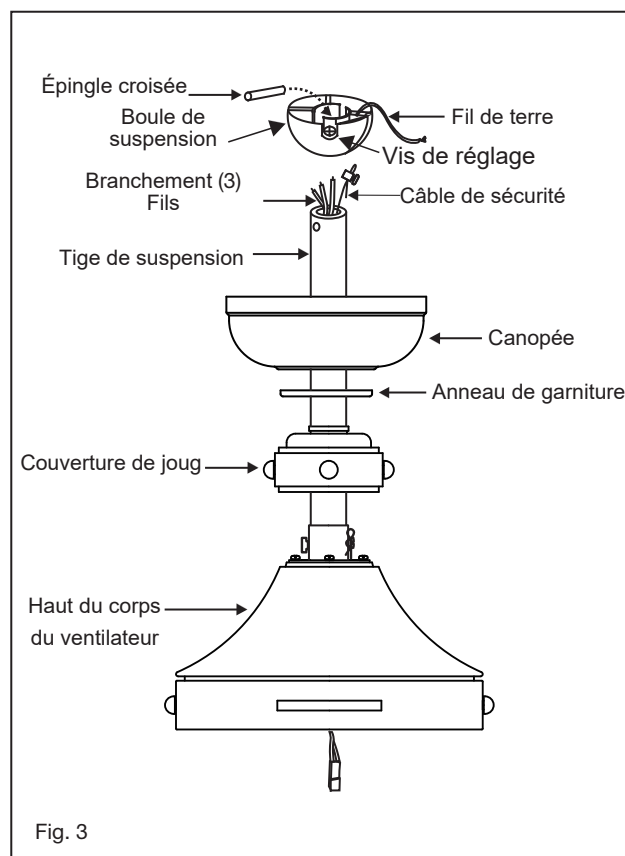

Fig. 3
- 1 Glissez le couvercle de l'étrier, l'anneau de garniture et le pavillon sur la tige de suspension. (Fig.3)